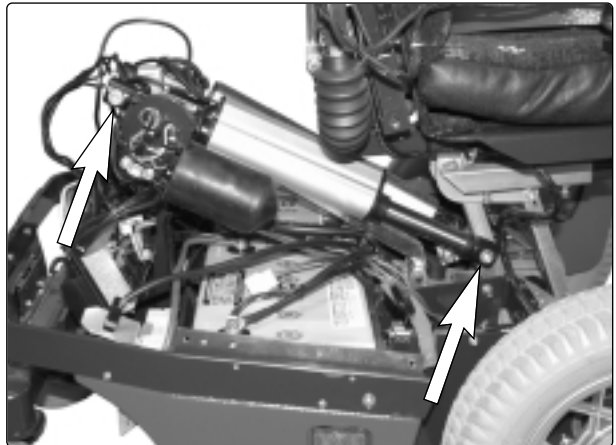

Abb. 32. Halterung Stellmotor
7. Schrauben Sie die beiden Befestigungsschrauben des Stellmotor ab, siehe Abb. 32.